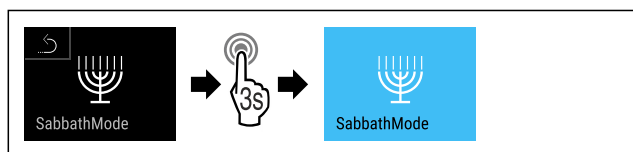

Fig. 71
- ▶ Efectuați pașii de acțiune (vezi Fig. 71) .